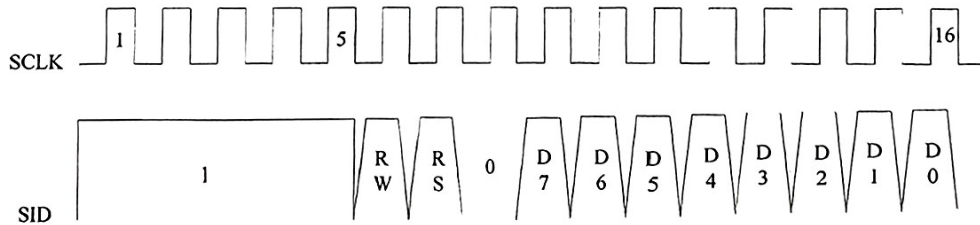

图 3 LCD12864 的串行数据传输过程
- (1) 根据附录 3 表 1 关于 GPIO 寄存器的描述，解释代码行①和②的含义。
- (2) 简要说明 main() 函数所实现的功能。
- (3) 修改 EXTI9_5_IRQHandler() 函数代码，实现如下功能：在 DIP0 接地（PE4=0）时保持原有功能，而 DIP0 不接地时点亮 LED0 并熄灭 LED1。
- (4) 如果要修改附录 1 代码，实现如下功能：DIP0 拨动至接地（PE4=0）时，触发 EXTI4；在 EXTI4 中断服务子程序中熄灭 LED0 和 LED1；EXTI4 可以打断前述 EXTI5 中断服务。定性说明需要对附录 1 代码做哪些修改或补充。
- (5) 若希望程序执行更节能，可对 main() 函数做哪些修改或补充？定性说明即可。
49、图 3 所示为某 MCU 与外设的串行数据传输过程，SCLK 为同步时钟，SID 为数据。RW 为数据传送方向控制：H 表示数据从外设到 MCU，L 表示数据从 MCU 到外设。RS 为数据类型选择：H 表示数据是显示内容，L 表示数据是控制指令。D7~D4 为字节数据的高 4 位，D3~D0 为字节数据的低 4 位。传输过程中，只有在时钟线 SCLK 拉低时，数据线 SID 上的数据才允许变化，在时钟线 SCLK 高电平时，SID 上的数据必须保持稳定（不能变化）。
- (1) 根据图 3 所示数据传输示意图，发送一个字节数据，实际帧数据有多少字节？
- (2) 假设 SCLK 和 SID 已定义好对应引脚的位带(Bit-Band)操作，即代码“SCLK=1”会在 SCLK 信号线输出“1”，“SID=0”会在 SID 信号线输出“0”；可调用的延时函数为 delay_us(int N)。编写实现数据串行发送一个字节的函数 SendByte。